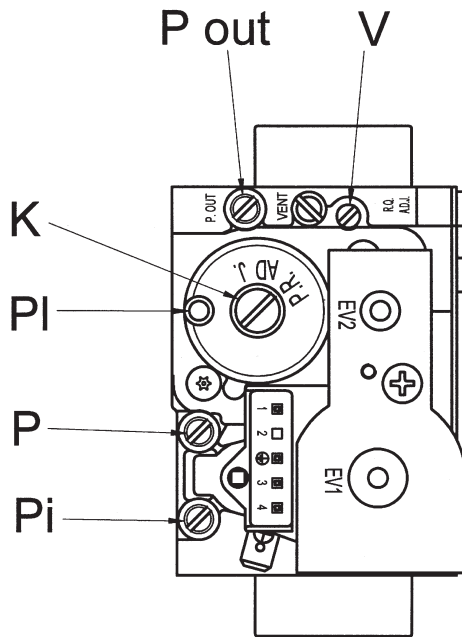

Fig. 26
- 2 Loosen the gas inlet pressure test point screw on the gas valve (see Fig. 26). Ensure the gas supply is on and open the boiler service cock to purge.
2. Desserrez la vis du point d'essai de pression de la prise de gaz sur la vanne à gaz (voir Fig. 26). Assurez-vous que l'alimentation du gaz est active et ouvrez le robinet d'alimentation du gaz de la chaudière pour le vidanger.